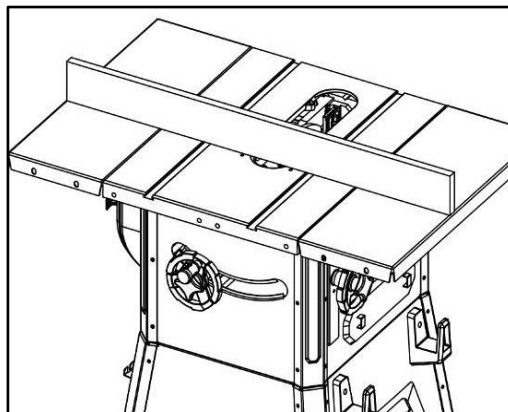

Рисунок 12
- Прикрепите дополнительные секции стола к основному столу при помощи болтов, стопорных шайб и плоских шайб (рис. 12).